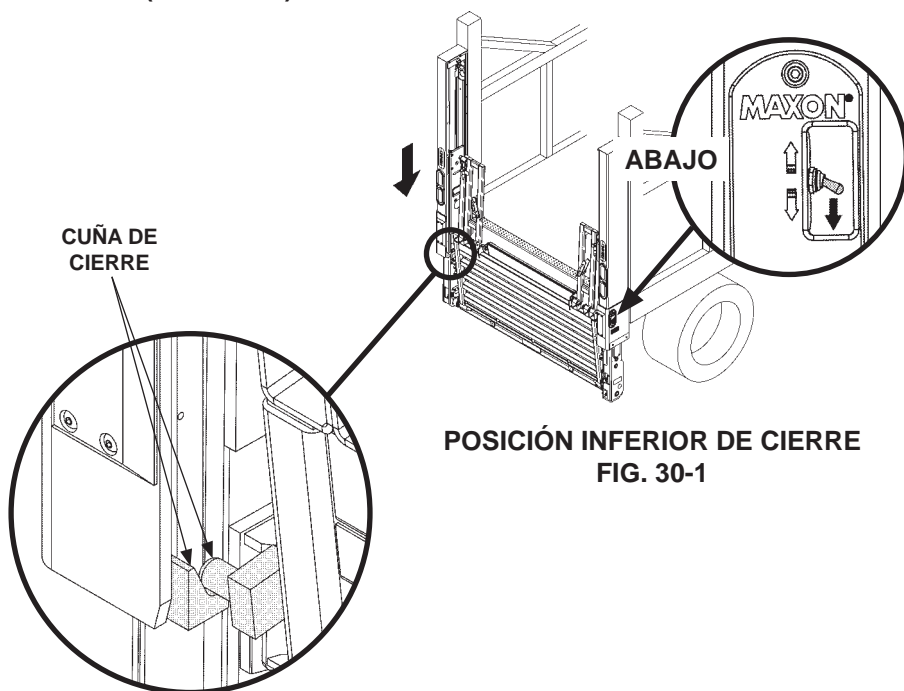

FIG. 30-1A
1. Utilice el interruptor de la columna para descender (**ABAJO**) la plataforma hasta la posición de cierre inferior (**FIGS. 30-1 y 30-1A**). Suelte la palanca cuando el borde superior de la plataforma cerrada esté por debajo de la altura de cama y descansando en las cuñas de cierre inferiores (**FIG. 30-1A**).